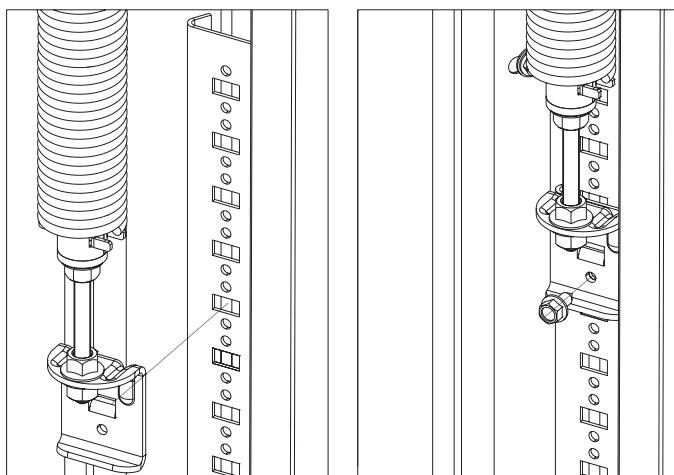

Рис. 18.4.
- растянуть пружину и закрепить пружинный механизм (рис. 18.4) к пластине крепления, для чего зуб нижнего кронштейна пружинного механизма ввести в центральный паз пластины. Нижний кронштейн пружинного механизма закрепить к пластине самонарезающим винтом 6,3x16.